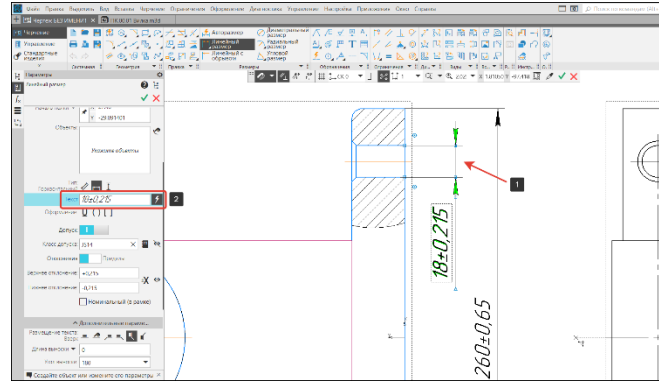

Рисунок 240 – Редактирование линейного размера
- Двойным щелчком левой кнопки мышки по размерной линии (не по числовому значению) (1) вызовем окно параметры (Рисунок 240);
- В окне параметры кликнем в окно Текст (2) (Рисунок 240);